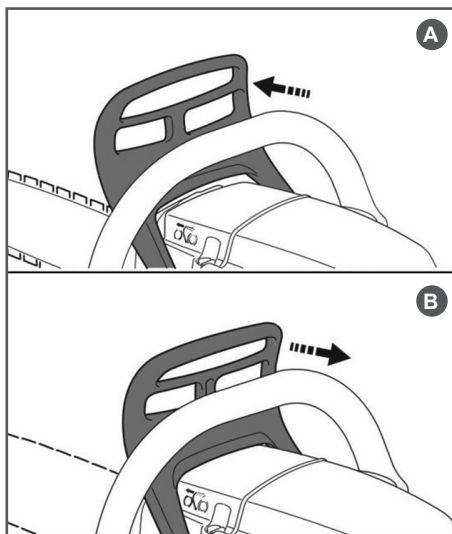

Рис. 7. Проверка механического тормоза.
Тормоз цепи выключен (цепь может вращаться), когда ручка тормоза взведена (Рис. 7В).
Тормоз цепи включен (цепь не имеет возможности вращаться), когда ручка тормоза находится в отжатом положении (Рис. 7А).
3. Используя тормоз цепи, переместить левое запястье от себя и нажать им на ручку тормоза, не отпуская рукой переднюю рукоятку бензопилы (Рис. 7).
6. Введите ручку тормоза (Рис. 7).